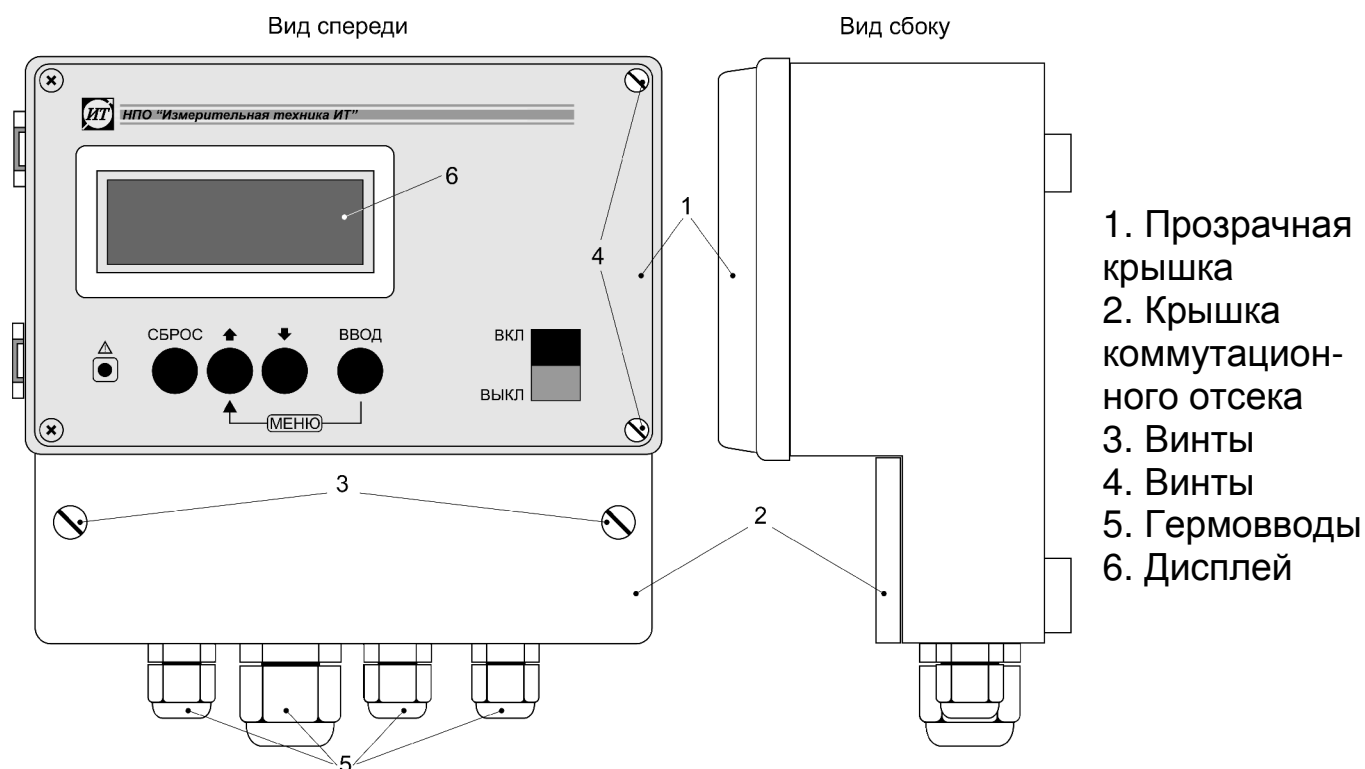

Рисунок 2 - Блок индикации и управления
4.2.4 Отвинтить винты (3) и открыть крышку (1) блока индикации и управления (рисунок 2).
Для включения преобразователя следует открыть прозрачную защитную крышку блока индикации и управления. Для этого необходимо отвернуть два винта (4 рисунок 2). Переключить клавишу «ВКЛ/ВЫКЛ» в положение «ВКЛ». При этом на дисплее кратковременно высветится информация о номере прибора в сети (для работы с компьютером) и протокол связи RS 485. Затем прибор переходит в режим измерения в соответствии с теми установками, которые были произведены ранее.